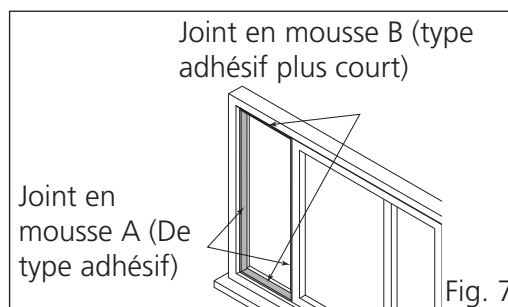

Fig. 7
- Coupez les bandes adhésives de joint en mousse A et B aux longueurs appropriées et fixez-les au châssis et au cadre de la fenêtre, comme illustré. (Voir Fig. 7)